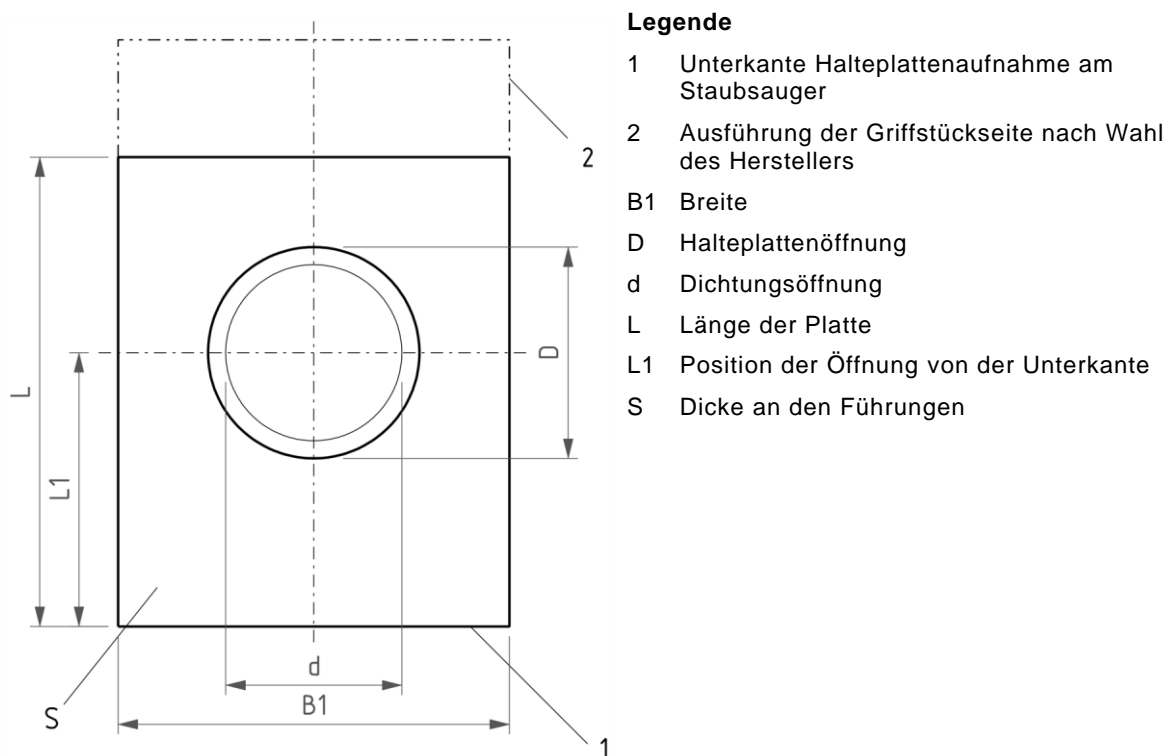

Bild 2 – Form R, Halteplatte in Rechteckform
- Form R, Rechteckform ist in Bild 2 ist dargestellt.